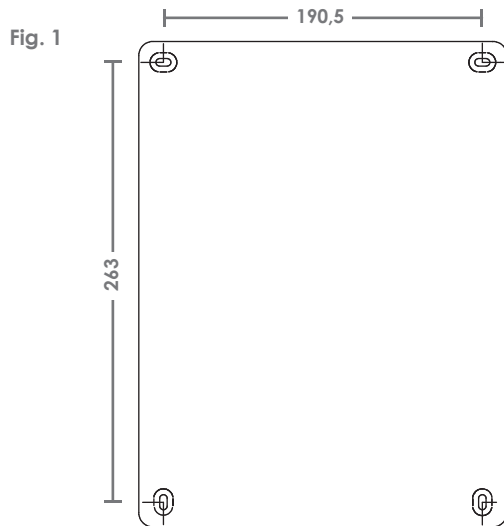

Fig. 3
- 4) Schneiden Sie die Tüllen nach der Größe der Kabel / Drähte (Bild 3) so dass die Tüllen and die Kabel / Drähte perfekt anliegen. Nicht die Tüllen schneiden, die nicht benutzt werden.